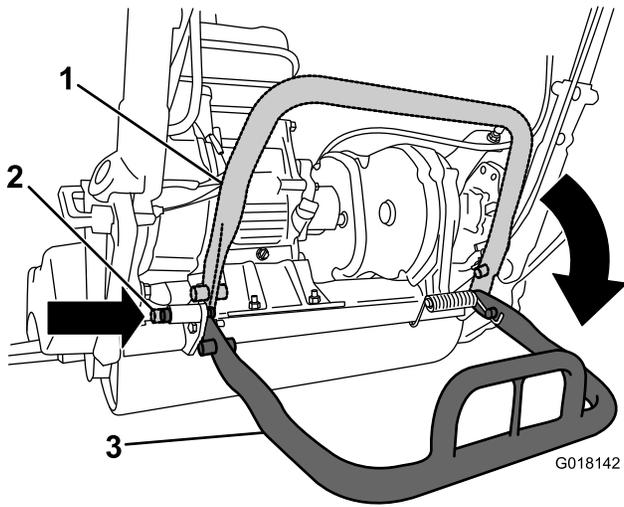

图30
- 为防止在拆卸滚刀时机器向后倾覆，应降低支撑架并推入锁定销，将支撑架锁定在维修位置（图30）。